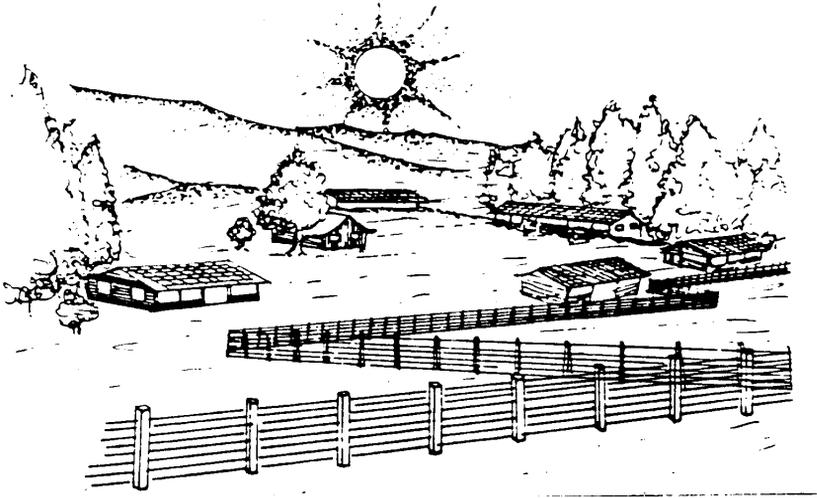

FIG. 3. Localização das instalações.
– Quando a granja comprar reprodutores constantemente, deve-se construir um quarentenário (local onde ficam os animais adquiridos de outras granjas durante 40 dias nas proximidades da divisa, para que fiquem isolados os animais que entrarem na criação, evitando assim possíveis doenças trazidas por eles (Fig. 3).